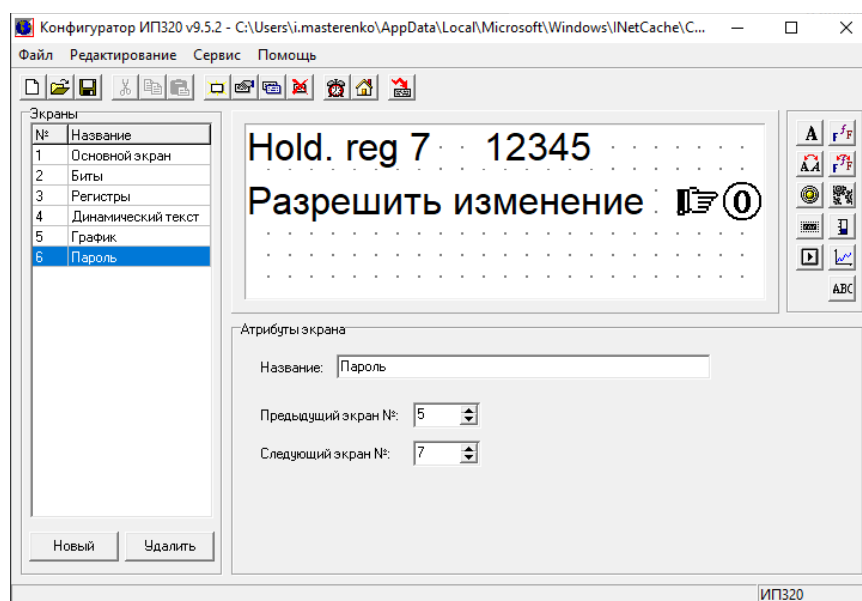

Рис. 17. Экран **Пароль**
- **Число рег-ов** – число регистров для типа WORD (1);
6. На экране **Пароль** (рис. 17) добавлен параметр, который можно редактировать только при вводе пароля.